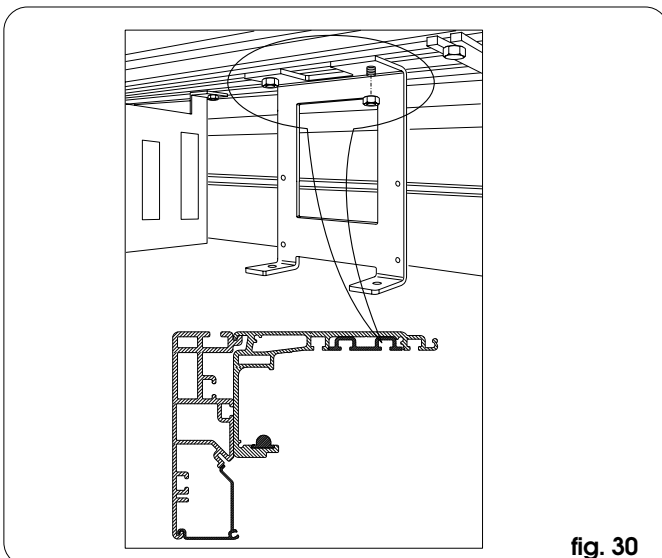

fig. 30
- Monter la patte centrale en utilisant les deux vis présentes sur le module d'actionnement (fig. 30).